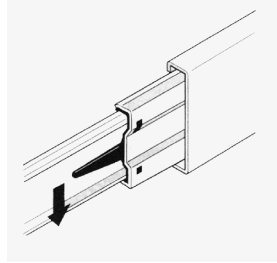
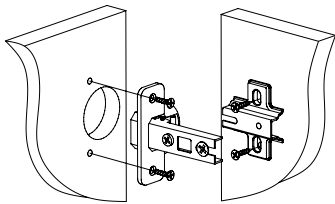

Рис.3
Рис.4
2. Отсоедините от основания телескопических направляющих внутренние планки, отогнув пластиковый рычажок фиксатора (Рис. 3). Основания телескопических направляющих закрепите на деталях 3, 4 винтами М5х8 (Рис. 4). **!!!** Приложите телескопическую часть отверстиями к отверстиям на боковине комода, чтобы они были отцентрованы относительно друг друга. Вкрутите винты М5х8 с помощью шуруповерта, приложив немного усилий. **Внимание:** винт М5х8 должен заходить с натягом для максимально плотной фиксации телескопических направляющих.